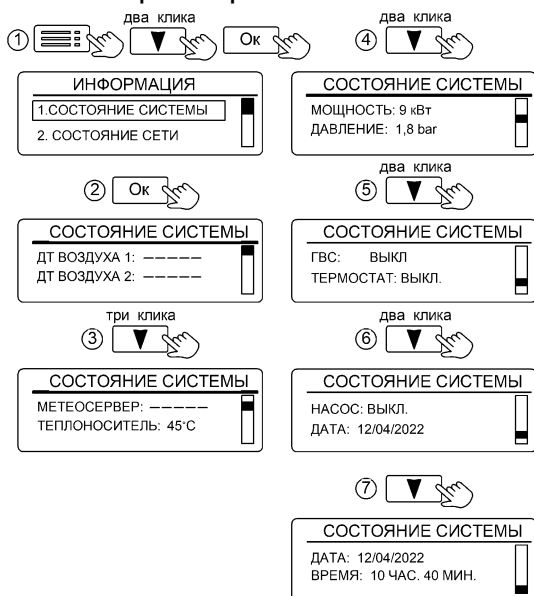

Рисунок 29. Вид вкладки «СОСТОЯНИЕ СИСТЕМЫ»
11.3 Вкладка «ИНФОРМАЦИЯ» (рис. 29) содержит три подменю: